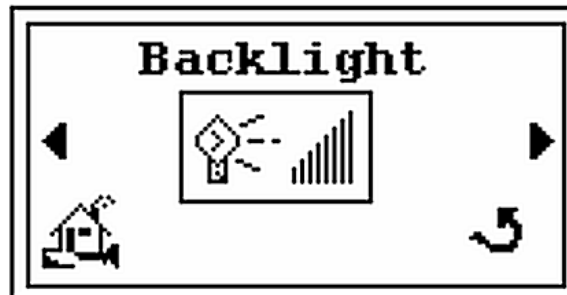

図 2-34 Backlight 画面
2. ▶ を押すと *Backlight* 画面が表示されます (図 2-34)。